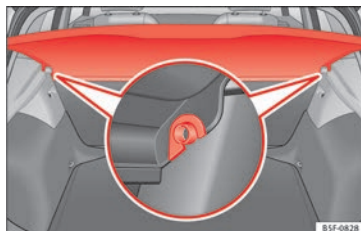

Fig. 160 En el maletero: desmontar y montar la bandeja.
- Desenganche la bandeja de los soportes laterales » **fig. 160** tirando de ella hacia arriba y extraiga la bandeja.
- Introduzca la bandeja horizontalmente haciendo coincidir la “herradura” sobre el eje de los soportes » **fig. 160**, y presione hacia abajo hasta que encastre.